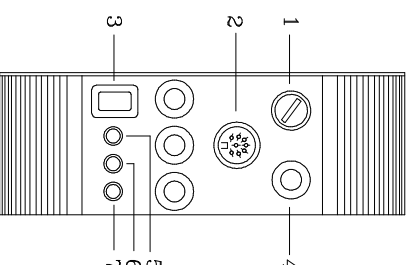

Figura 4
Para cambiar el fusible (1) ver figura 4, desconecte la tensión de red, gire en sentido contrario a las agujas del reloj el tapón del portafusibles, hasta que pueda extraerlo, coloque un
res macho y hembra tipo Din de 8 contactos tal y como se indica en la figura 4.